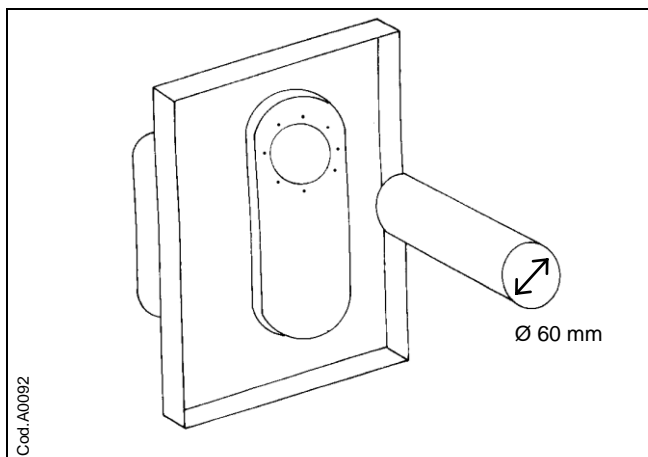

Fig. 6
7. Monter det tyndeste rør (aftræksrøret) på forbrændingskammeret (se fig. 6).